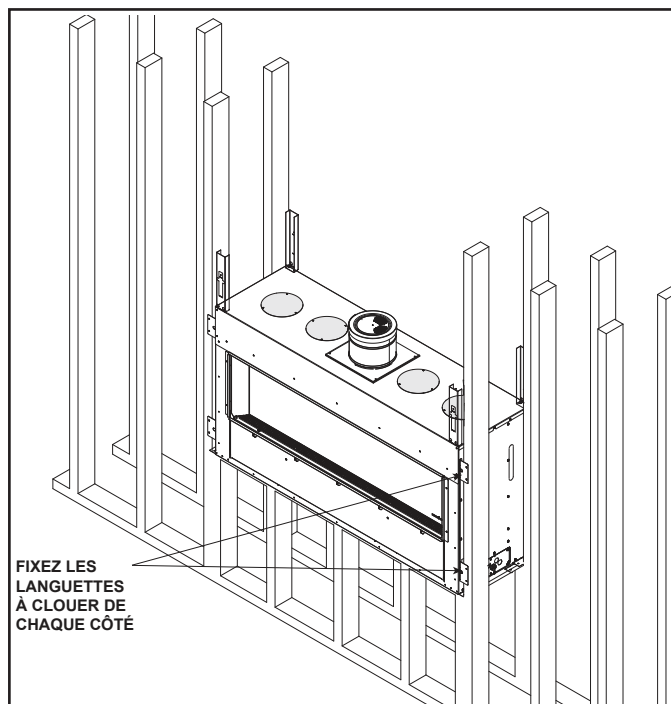

Figure 6.4 Emplacement des languettes à clouer
- Gardez les languettes à clouer au ras de la charpente. Voir la figure 6.4.
Les languettes à clouer de gauche et de droite ont été conçues pour assurer que le foyer est placé au ras des matériaux de charpente. Voir les figures 6.4 à 6,6